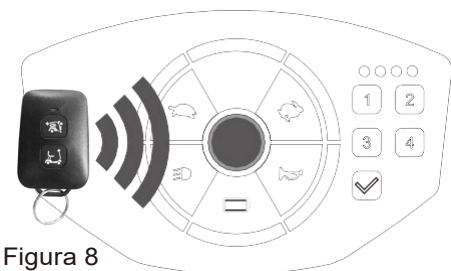

Figura 8
- Para desbloquearlo, colocar el mando a distancia RF sobre el panel (cerca del interruptor para una mejor lectura) (Figura 8) cambiará a verde cuando la scooter haya sido desbloqueado con éxito.